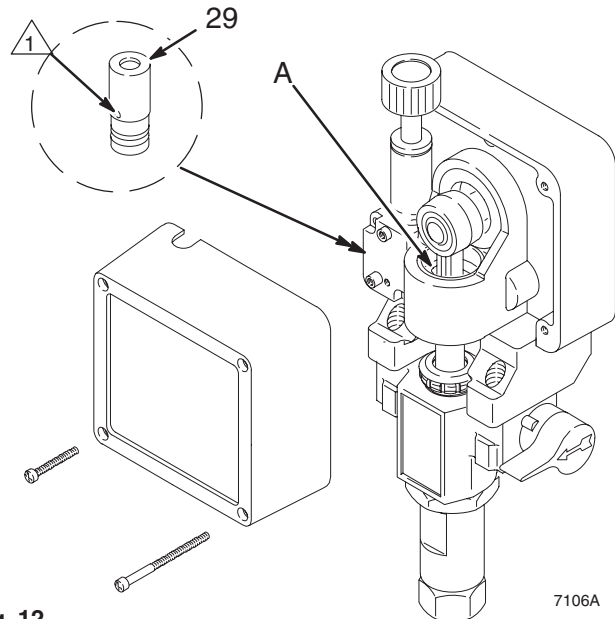

Fig. 12
3. **Nettoyer périodiquement la zone du trou d'évent du capteur de pression (29)** pour en éliminer les résidus de peinture. Voir Fig. 12. En cas de fuite excessive, remplacer le capteur. Voir page 28.
4. **Lubrifier le corps de palier** toutes les cents heures de fonctionnement. Déposer le capot avant. Remplir la cavité du corps de palier (A) d'huile non-détergente SAE 10. Voir Fig. 12.